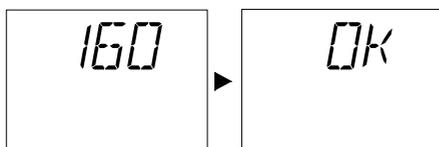

Рисунок 7.11
- Через 5 секунд после настройки желаемого давления розжига на ЖК-дисплее появится надпись «OK» в подтверждение того, что автоматическое сохранение установленного значения прошло успешно (см. Рисунок 7.11),